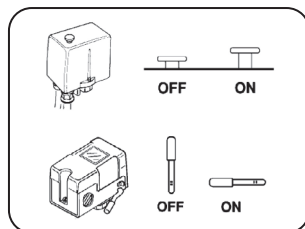

FIGURA 8.3
- A. Verifique o funcionamento do pressostato (Figura 8.3);